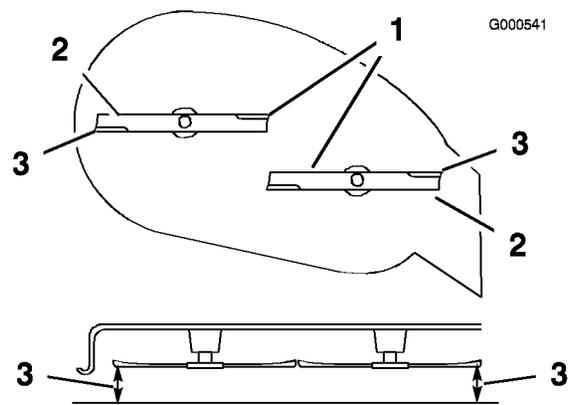

Figura 41
5. Gire cuidadosamente la(s) cuchilla(s) colocándola(s) perpendicularmente al sentido de avance de la máquina (Figura 41). Mida entre los bordes de corte exteriores y la superficie plana (Figura 41). Si hay una diferencia de más de 5 mm entre ambas dimensiones, se requiere un ajuste; siga con este procedimiento.